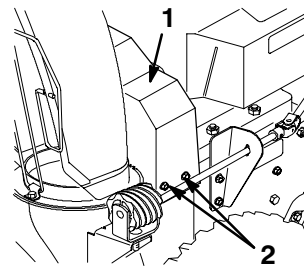

Figure 29
2. Retirez les 3 vis de fixation du carter de courroie et mettez ce dernier de côté (Fig. 29).